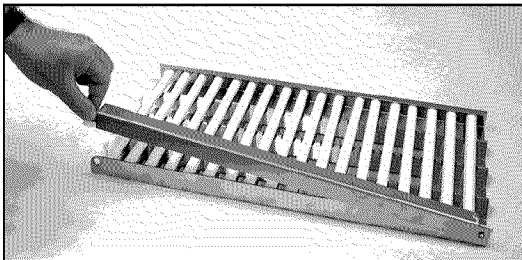

Fig. 40
4. Verrouillez le couvercle du radiant (Fig. 40).